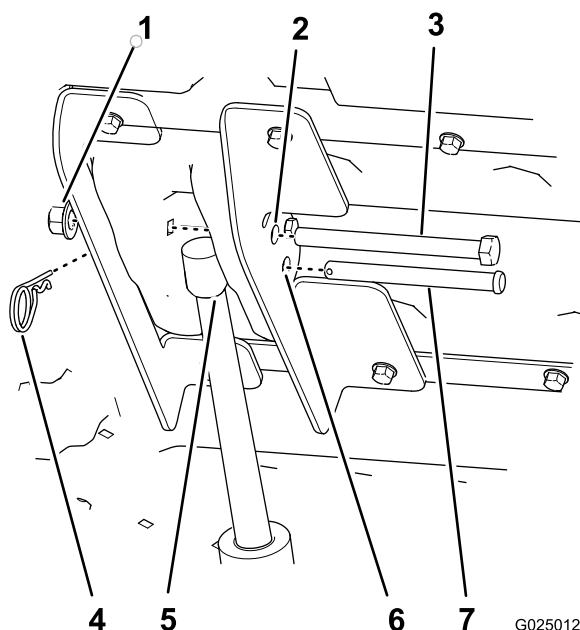

Figura 24
8. Sujete la varilla del actuador del elevador a los soportes de elevación con un pasador (3-1/2 pulgadas) y una chaveta (Figura 24).
10. Inserte el perno de cabeza hexagonal (1/2 x 5-1/2 pulgadas) a través de los otros taladros de 12,7 mm de los soportes de elevación interior y exterior (Figura 24) y sujételo con una tuerca (1/2 pulgada) hasta que la tuerca con arandela prensada esté ajustada.